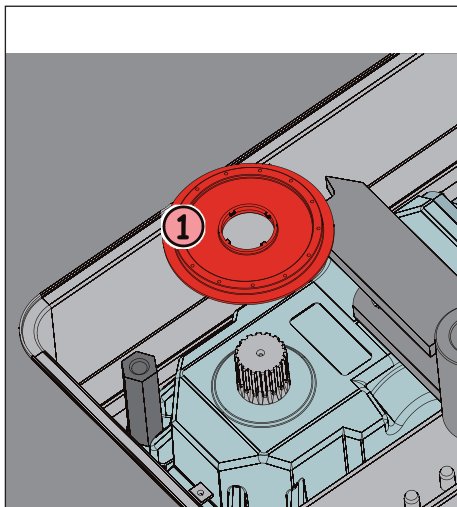
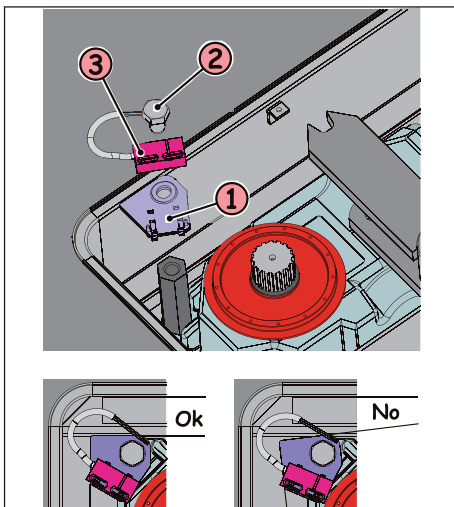

Fig. 6
Fig. 7
-  • To ensure that the kit operates correctly, the sensor support must be oriented as shown in fig. 7. The two sides facing the foundation box must be parallel with respect to the box itself.
- ⑧ Position the sensor (fig. 7 ref. ③) with the support, securing it with the hooks.
- ⑤ Positionner le disque de support des aimants sur l'arbre moteur, fig. 6 réf. ①.
- ⑥ Repositionner l'anneau de retenue enlevé précédemment.
- ⑦ Positionner le support du capteur (fig. 7 réf. ①) et le fixer en utilisant la vis M12 (fig. 7 réf. ②) fournie.
-  • Pour garantir le fonctionnement du kit, le support du capteur doit être orienté d'après la fig. 7. Les deux côtés tournés vers le caisson de fondation doivent être parallèles à la boîte elle-même.
- ⑧ Positionner le capteur (fig. 7 réf. ③) sur le support en le fixant avec les crochets spécifiques.